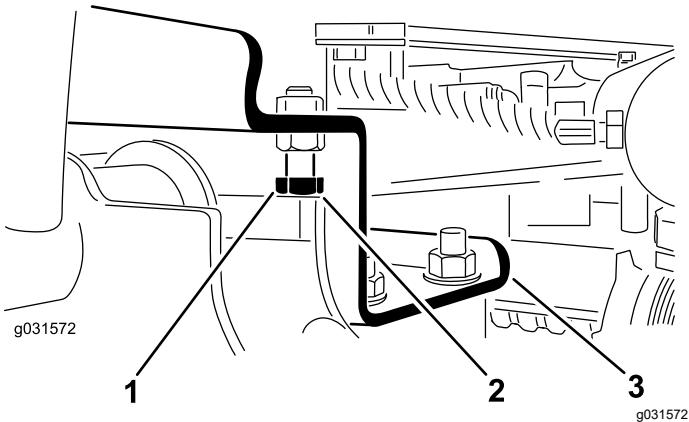

Figure 12
- Desserrez les boulons d'arrêt (Figure 12).
- Vérifiez que l'écartement entre chaque bras de levage et le boulon d'arrêt est compris entre 0,13 et 1,02 mm, comme montré à la Figure 12.